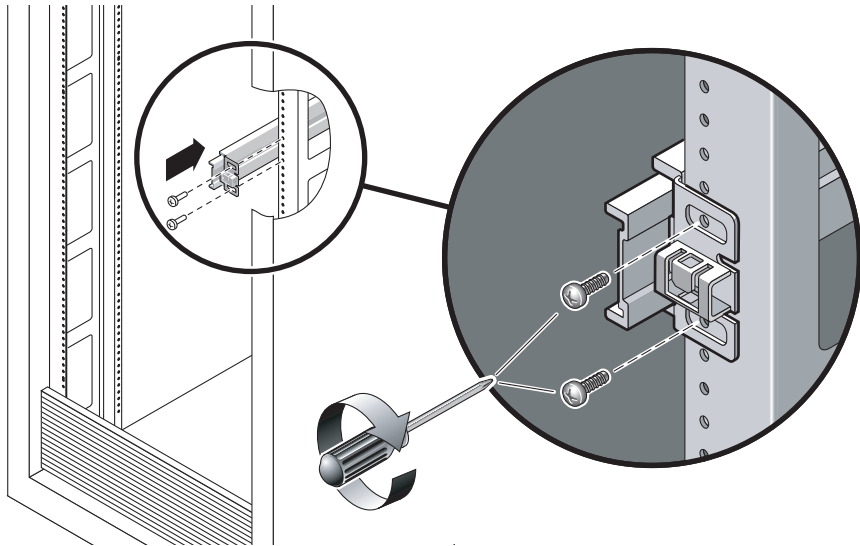

FIGURE 3-27 Montage d'un rail coulissant
- a. Fixez sans serrer l'avant d'un rail coulissant au montant avant droit du rack (FIGURE 3-27) au moyen de deux vis.